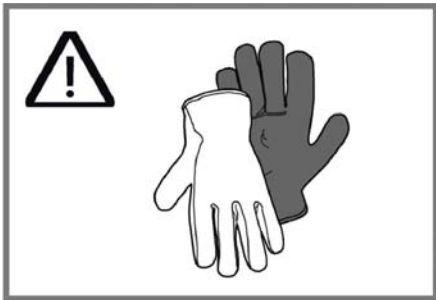

Abb. 3
- Benutzen Sie Arbeitshandschuhe, da scharfe Kanten zu Verletzungen führen können (Abb. 3).